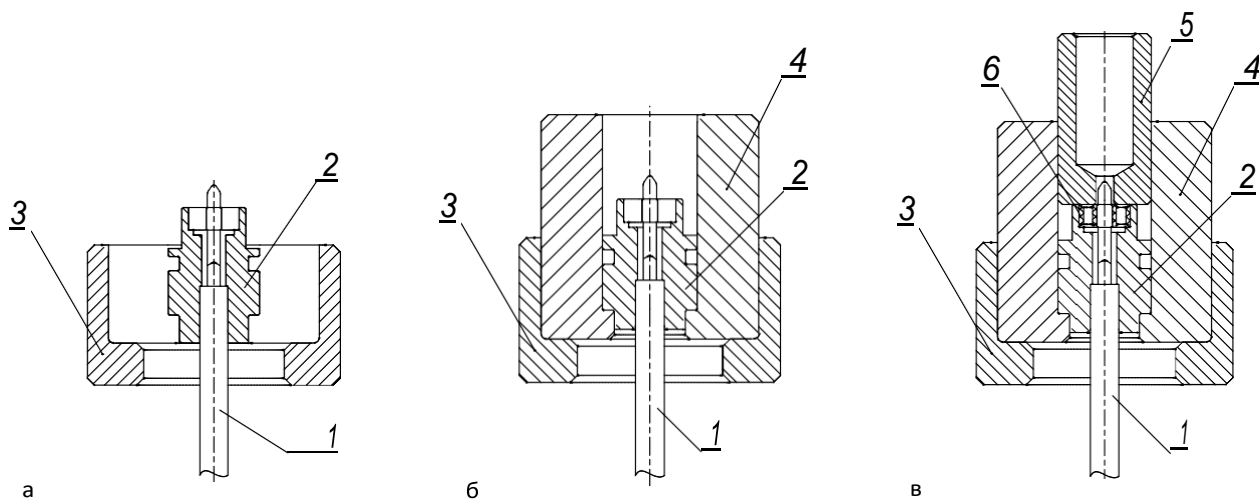

Рис. 27. Монтаж диэлектрической опоры в кабельный соединитель
- проденьте кабель 1 сквозь основание 3 (рисунок 27а);